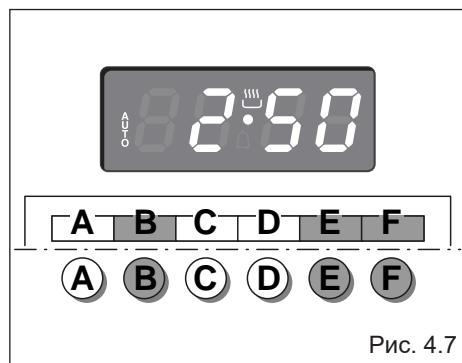

Рис. 4.7
1. Задайте время приготовления, нажав на кнопку “**B**” а затем на кнопку “**F**” - для увеличения или на кнопку “**E**” если вы пропустили нужное время (рис. 4.7).